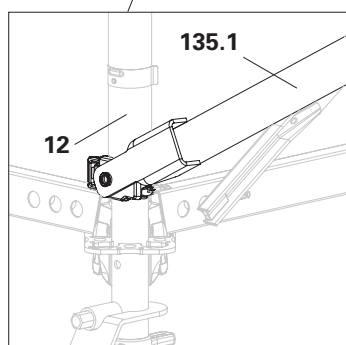

Fig. A15.07b
1. Rinforzare verticalmente l'elemento di contrasto multiplo (**135**) con un tubo esterno (**135.1**). Montare il tubo esterno sul montante verticale (**12**) (fig. A15.07b) e sul tubo interno (**135.2**), vicino al tubo esterno. La posizione di montaggio influenza l'angolo di appoggio.